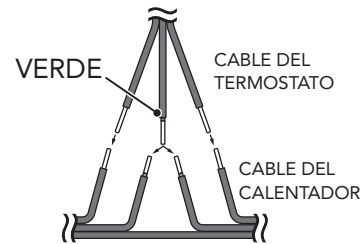

Figura 10. Empalme del cable del calentador de aceite y del cable del termostato.
4. Empalme juntos los cables utilizando conectores de la clasificación apropiada. Recubra los empalmes con cinta aislante para proteger el empalme y reducir la tensión. Véase la Figura 10.